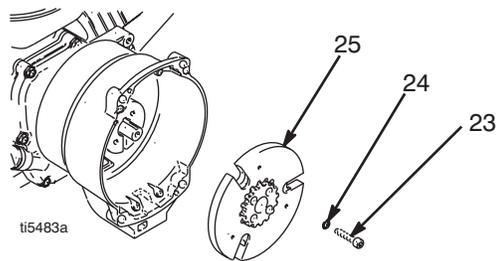

图 7
8. 图 7. 在拆卸过程中, 用扳手或楔形物体在离合器电枢 (25) 和离合器外罩 (19) 之间握住发动机轴。
9. 卸下四个螺钉 (23) 和防松垫圈 (24)。